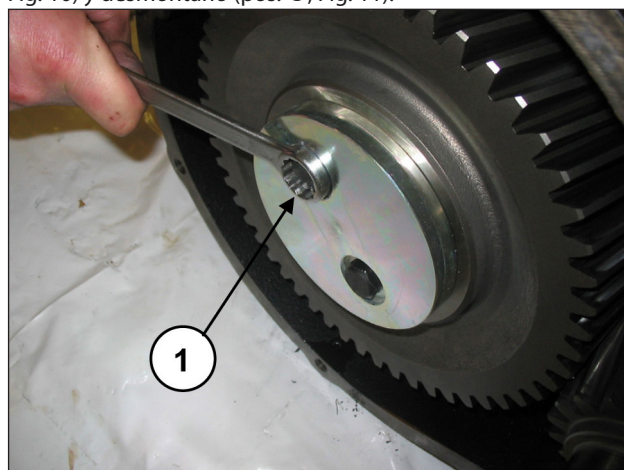
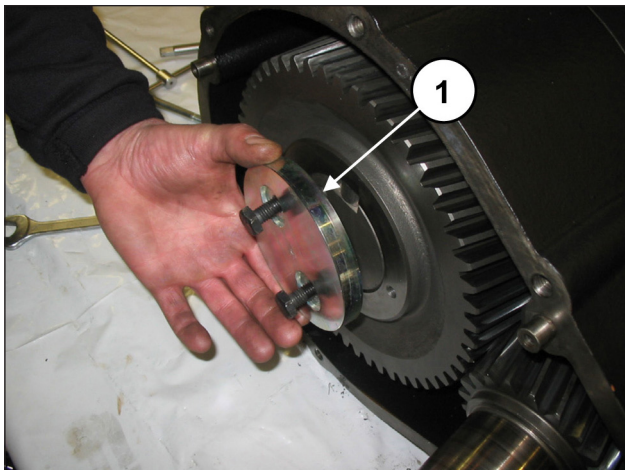

Fig. 10
Fig. 11
Aflojar los tornillos que fijan el tope de la corona (pos. ①, Fig. 10) y desmontarlo (pos. ①, Fig. 11).